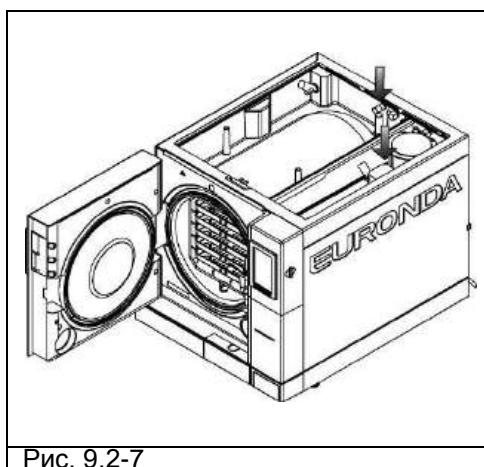

Рис. 9.2-7
6. Отсоедините фильтры грязной воды (Рис. 9.2-7) и очистите их от отложений при помощи проточной воды, затем установите новый резервуар, поместив их правильно.